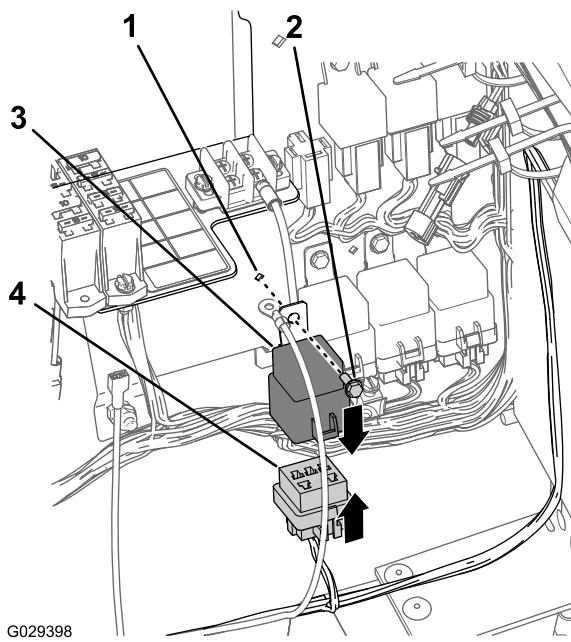

Figure 18
- Sur la branche compartiment moteur de 197 cm du faisceau, alignez le relais et le connecteur à 5 douilles du faisceau du kit de finition (Figure 18).
- Insérez les broches du relais dans les douilles du connecteur (Figure 18).
- Alignez le trou dans la patte de montage du relais et le trou dans le panneau de câblage (Figure 18).
- Fixez le relais au panneau (Figure 18) au moyen du boulon à embase (n° 10-24 x 1/2 po).